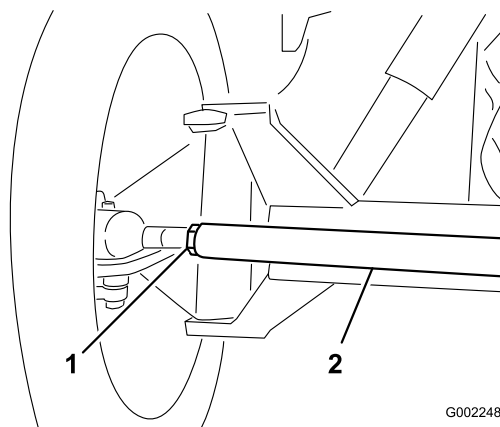

Figura 65
3. Se a medição obtida não corresponder aos valores especificados desaperte as porcas de segurança nas extremidades das barras transversais (Figura 65).